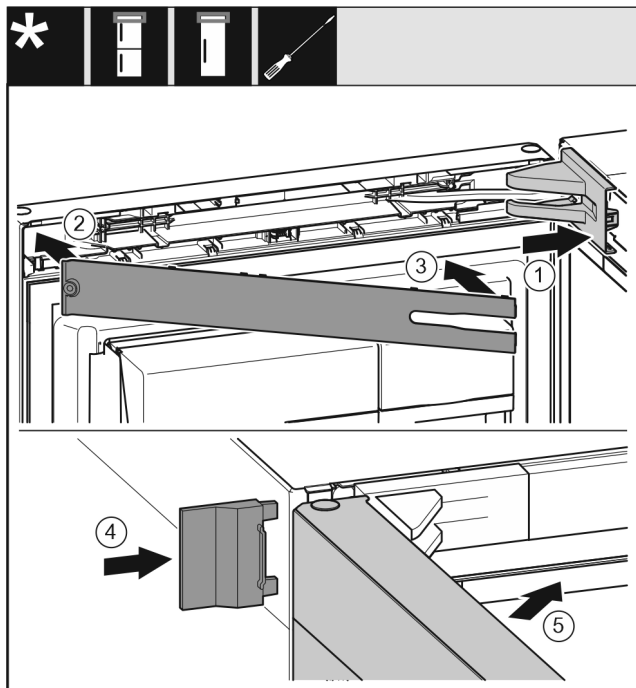

Fig. 31
- ▶ Nasadíte a zaklapnete kryt stojanu ložiska Fig. 31 (1), příp. opatrně přitlačíte od sebe.
- ▶ Nasadíte záslepku Fig. 31 (2).
- ▶ Záslepka Fig. 31 (3)
- ▶ Vnější kryt Fig. 31 (4) nasuňte.
- ▶ Zavřete horní dveře Fig. 31 (5).